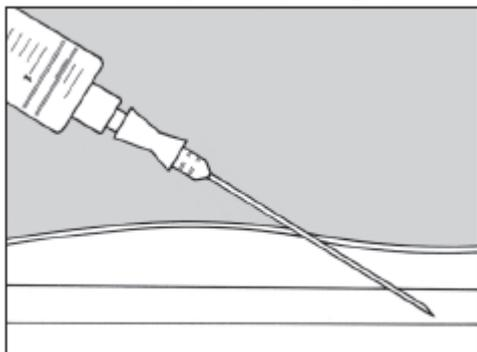

Fig. 4
- a) Introduzir a agulha Seldinger na veia escolhida, verificando a posição e observando o refluxo sanguíneo (ver fig.4)